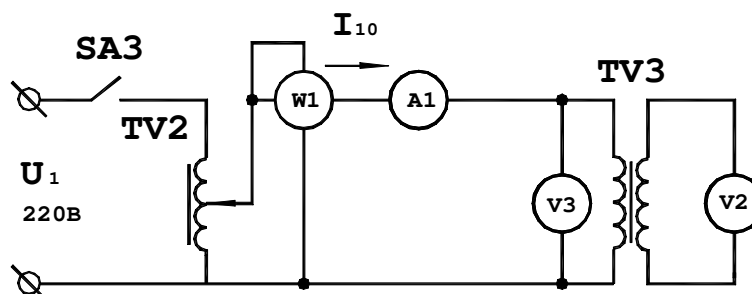

Рис. 22
10.2.3. Опыт короткого замыкания рис. 22